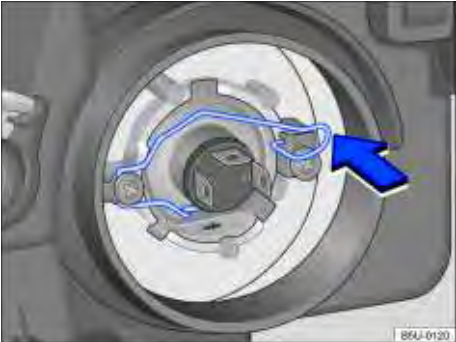

Fig. 172 Mola de travamento da lâmpada incandescente do farol baixo / alto.
5.	Comprimir a mola de travamento no sentido da seta ⇒ Fig. 172 e deslocá-la, para destravar a lâmpada.